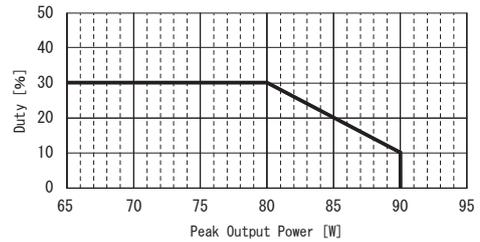

図6.3 Dutyとピーク出力電力の関係 (TECS65F-H)
- ・  $\text{Duty} = \frac{t_1}{t_1 + t_2} \times 100[\%]$  図6.3 参照